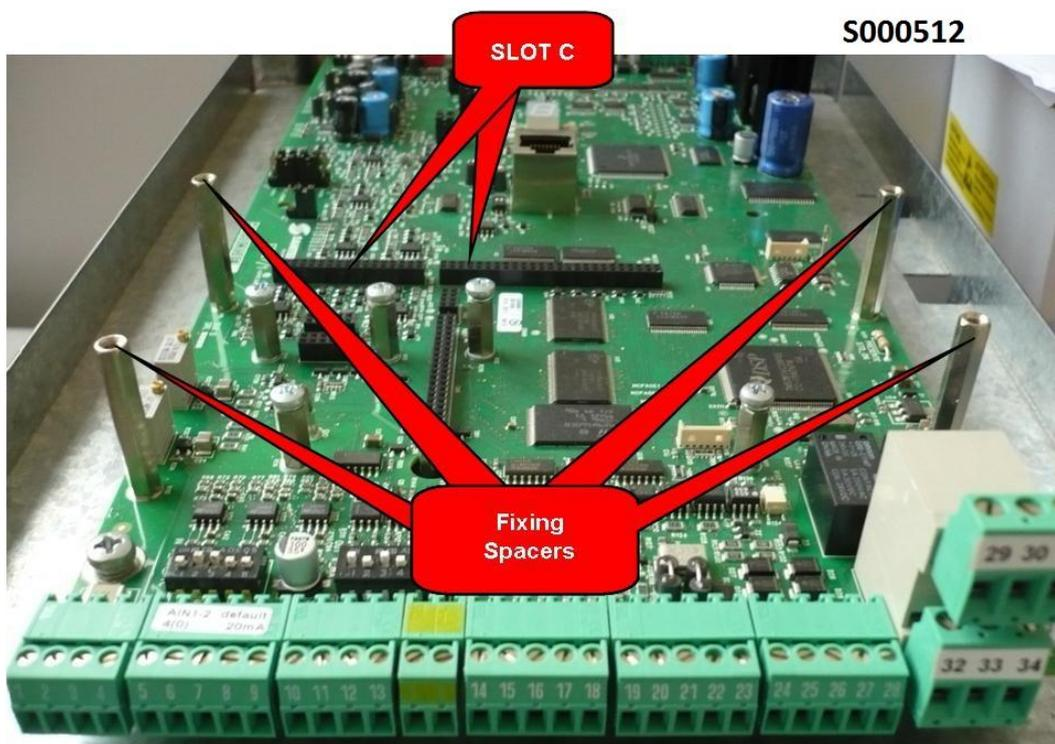

Figura 135: Posizione dello slot C all'interno del coperchio morsettiere Inverter
3. Rimuovere il coperchio di protezione della morsetteria dell'inverter agendo sulle due viti frontali nella parte bassa del coperchio. Risulta così accessibile lo slot C della scheda di controllo sul quale va installata la scheda ES988 come visibile in Figura 135.